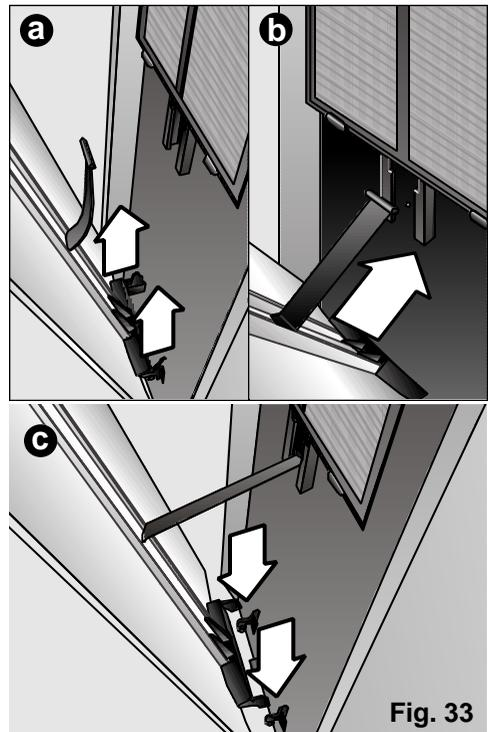

Fig. 33
- 1º Levantar a porta até a retirar dos apoios inferiores, (Fig. 33: a).
- 2º Posicionar a patilha de plástico na ranhura frontal do equipamento (em forma de T) e deslizá-la para baixo até ao batente de segurança, (Fig. 33: b).
- 3º Colocar as patilhas inferiores da porta nos batentes frontais do equipamento, com cuidado para evitar que a patilha de plástico colocada no passo anterior saia da sua localização, (Fig. 33: c).